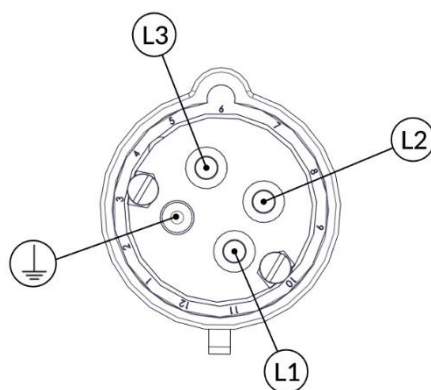

FIG. 4
2. Utilize um fasímetro para verificar a sequência de fases ou, troque de posição dois fios: fase L1, fase L2 ou fase L3 (FIG. 4);